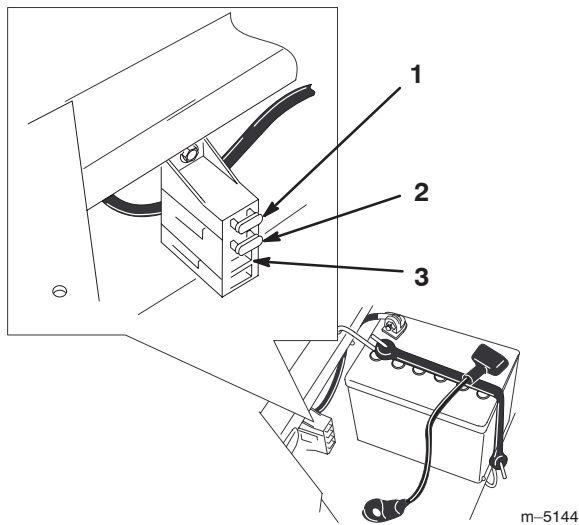

Figure 45
1. Soulevez le siège pour accéder au porte-fusibles (Fig. 45).
2. Pour remplacer un fusible, tirez dessus pour l'enlever (Fig. 45).